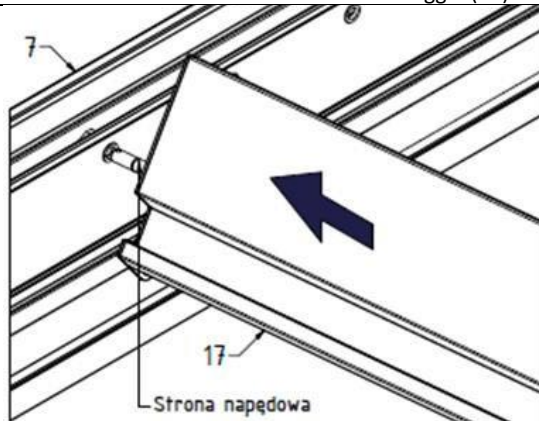

Fig. 15
Inserire le lamelle motrici una ad una nei fori contrassegnati della trave di spinta motrice. Sollevare le lamelle sopra la trave, inserirle diagonalmente nella trave di spinta motrice (7) - fig. 15, quindi abbassare l'estremità opposta e inserirla nella trave di spinta del cuscinetto (8). L'estremità sul lato del cuscinetto deve essere fissata dall'interno della trave con una fascetta. DIN6799 - 10 utilizzando la chiave di montaggio (19) fornita in dotazione - fig. 16.